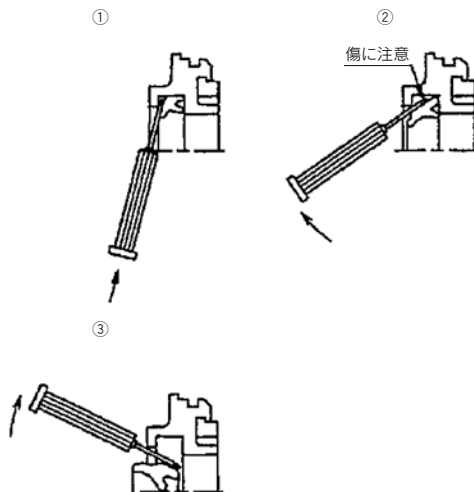

図2 ロッドパッキン取り外し方法
b. カラーの前側から図2のように精密ドライバーなどを差し込み抜き取ります。このときカラーのパッキン溝にキズを付けないように注意してください。